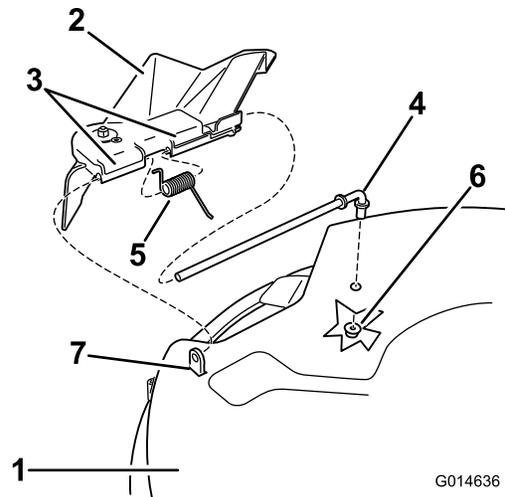

Bild 58
- Machen Sie die in Bild 58 gezeigten Teile ausfindig.
- Nehmen Sie die Mutter (3/8 Zoll) aus der Stange unter dem Mähwerk ab (Bild 58).
- Schieben Sie die Stange aus dem kurzen Vorsprung, der Feder und dem Ablenkblech (Bild 58). Entfernen Sie defekte oder abgenutzte Ablenkbleche.
- Montieren Sie das Ablenkblech (Bild 58).
- Setzen Sie die Feder mit den Enddrähten nach unten auf die Stange, zwischen die Ablenkblechhalterungen. Schieben Sie die Stange durch die zweite Halterung am Grasablenkblech (Bild 58).
- Schieben Sie die Stange vorne am Ablenkblech in den kurzen Vorsprung am Mähwerk. Befestigen Sie das hintere Stangenende mit einer Mutter (3/8 Zoll) am Mähwerk (Bild 58).